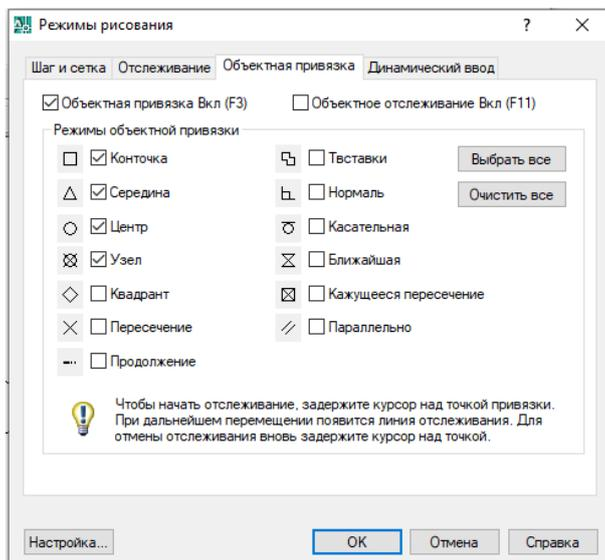
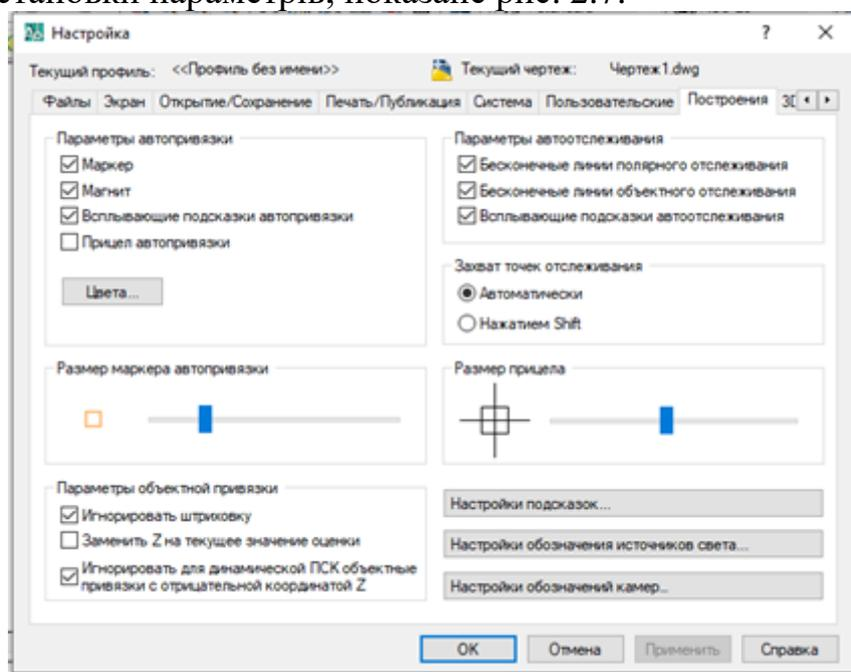
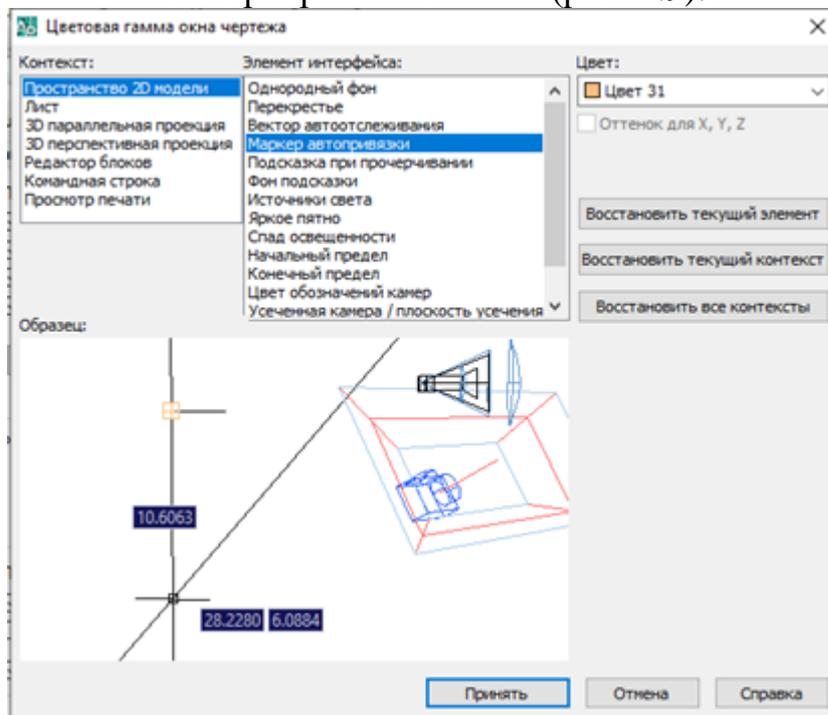

Рис. 2.6 Диалогове вікно **Режимы рисования**
Рис. 2.7 Вікно **Настройка**
Рис. 2.9 Вікно **Цветовая гамма окна чертежа**
**Встановлення постійних режимів об'єктної прив'язки.** У процесі практичної роботи зручно встановити постійно визначені режими прив'язки. Наприклад, у більшості випадків малювання або редагування зручний режим прив'язки до кінцевих та середніх точок об'єктів або до центру кіл. Зручним є і постійно включений режим прив'язки до перетину об'єктів. Ввести такий режим можна з діалогового вікна **Режими рисования**, показаного на рис. 2.6.
Небажано постійно включати такий режим об'єктної прив'язки, як **Ближайшая**, оскільки це призведе до відстеження всіх найближчих точок усіх об'єктів (рис. 2.6). У цьому вікні знизу є кнопка **Настройка**, клацання по якій відкриє вікно установки параметрів, показане рис. 2.7.
В зоні вікна **Настройка** (рис. 2.7) є також вікно **Цвета....** Воно дозволяє провести налаштування кольорів різних об'єктів (рис. 2.9).
- у вікні **Режимы рисования** (рис. 2.6) у закладці **Объектная привязка** є прапорець **Объектная привязка Вкл (F3)**. Встановлення або зняття прапорця, пов'язаного з ним, призводить до увімкнення або вимкнення режиму;